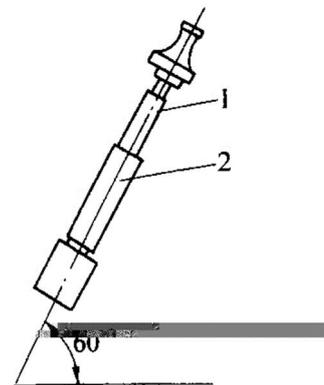

图1 柱塞偶件的滑动试验
②滑动性试验:将柱塞偶件保持与水平线成约60°角的位置,拉出柱塞1/3,然后松开,柱塞应能依靠自身重力沿套筒平稳下滑,落到套筒支承面上,试验时,将柱塞转动至任何角度均应相同,如有卡滞或下滑速度过快,应更换新件,如图1所示。(备注:1-柱塞 2-柱塞套筒)